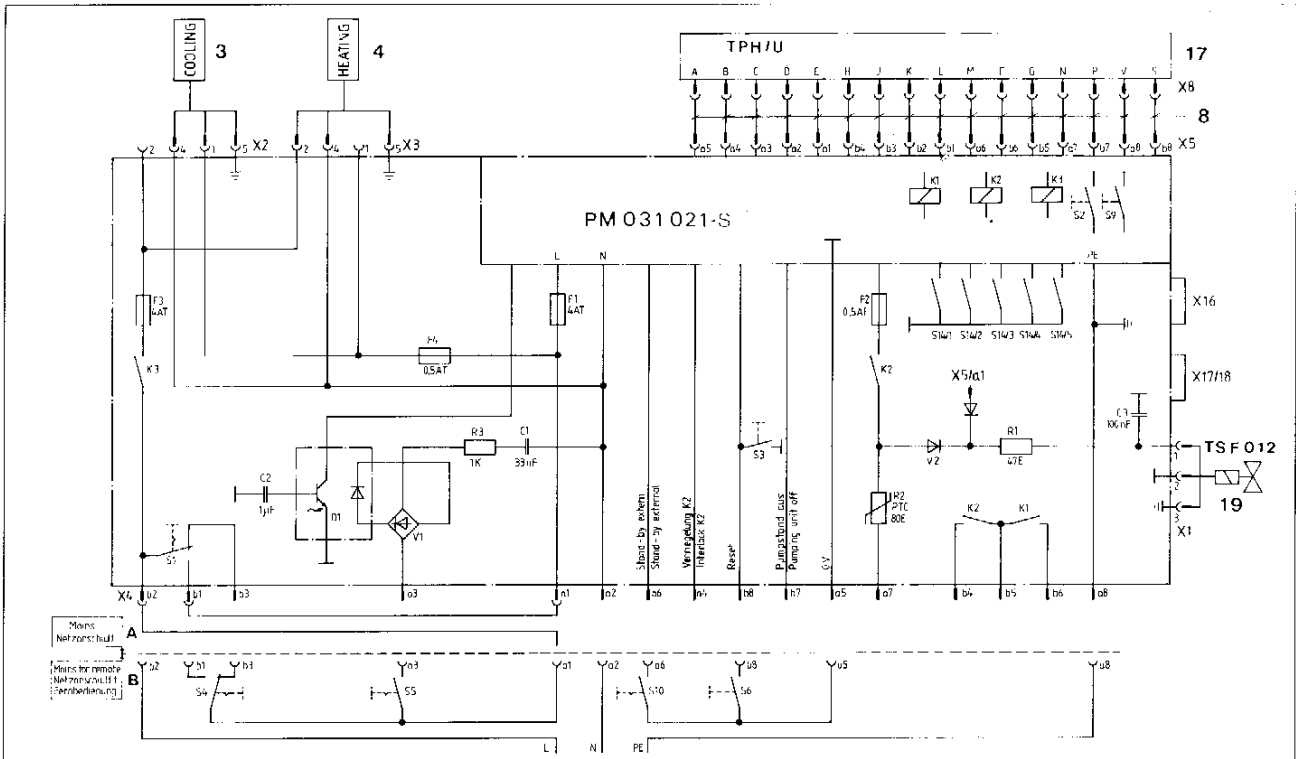

Fig. 7
Der Netzanschluß ist nach den örtlichen Bestimmungen auszuführen. Die Antriebselektronik TCP 380 ist für Netzspannungen von 100 – 240 V \pm 10%, 50 – 60 Hz ausgelegt. Der Netzanschluß erfolgt nach Schaltplan PM 021 949 -S, Fig. 7, an der 16-poligen Messerleiste X4.
The mains connection must be made according to local regulations. The Electronic Drive Unit TCP 380 has been designed for mains voltages from 100 – 240 V \pm 10%, 50 – 60 Hz; connection to the mains is made according to wiring diagram PM 021 949 -S, Fig. 7, at the 16-poles multiple plug X4.
Les branchements sur le réseau secteur sont à reconduire selon les prescriptions locales. La commande électronique TCP 380 est prévue pour des tensions secteur de 100 à 240 V \pm 10% 50 ou 60 Hz. Les branchements eux-mêmes sont accomplis comme indiqués par le schéma de connexions PM 021 949 -S (Fig. 7), par l'intermédiaire du connecteur X4 à 16 broches.
- Die Ventilatoren für TPH/TPU 330/510 sind für 110 V, 50/60 Hz ausgelegt. Der elektrische Anschluß erfolgt nach Fig. 7.
- The fans for the TPH/TPU 330/510 are designed for 110 V, 50/60 Hz. Electrical connection is made as shown in Fig. 7.
- Les ventilateurs pour les TPH/TPU 330/510 sont prévus pour une tension de 110 V 50/60 Hz. Branchement électrique: voir Fig. 7.